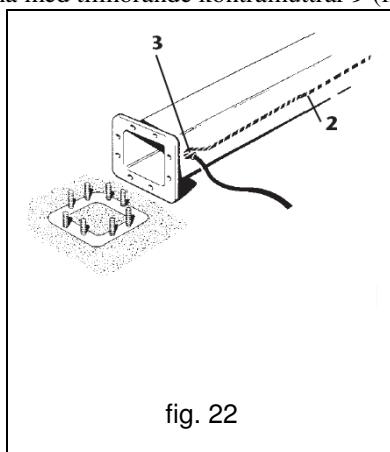

fig. 22
- b. Om kabeln **1** ska dras från utsidan ska den föras in i pelaren med hjälp av en lämplig kabelgenomföring **3** som placerats nedtill på pelaren tills den når hålet **2** i pelarens övre ände (fig. 22).